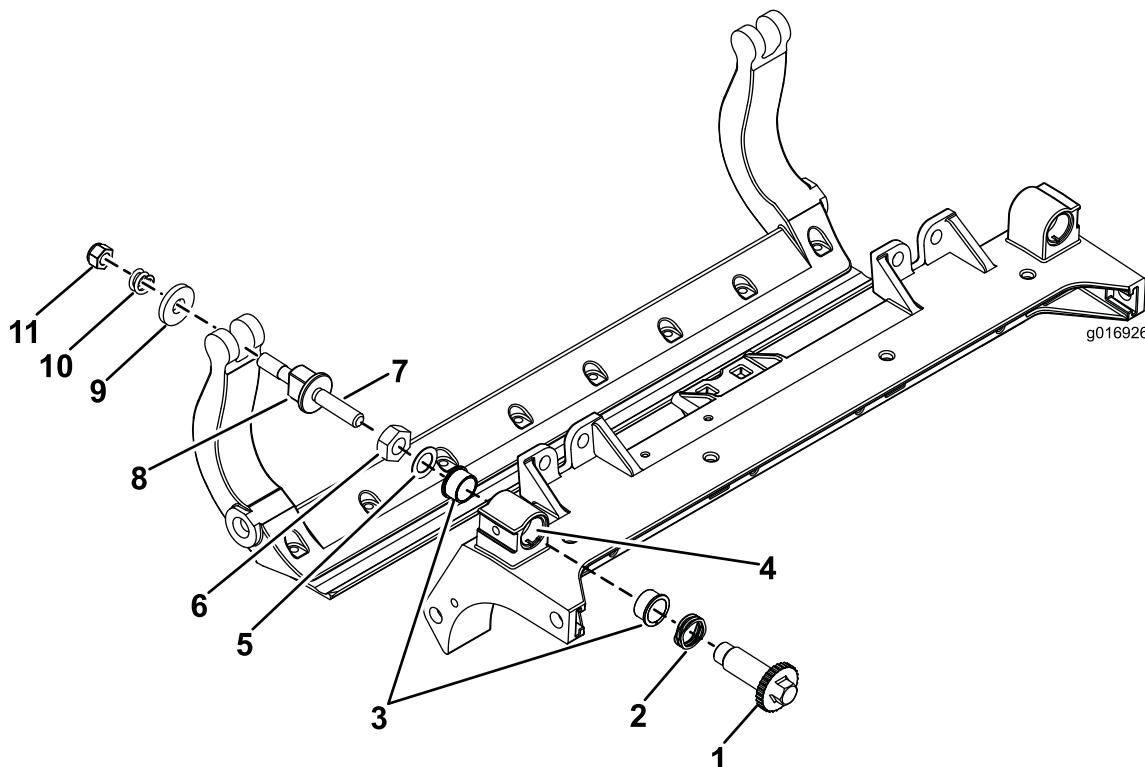

Figure 33
1. Déposez toutes les pièces (voir les *Instructions d'installation* du kit DPA renforcé, modèle n° 120-7230 et Figure 33).
2. Appliquez du produit antigrippant à l'intérieur du logement des bagues sur le bâti porteur du plateau de coupe (Figure 33).
3. Alignez les clavettes des bagues à embase sur les fentes dans le cadre, et mettez les bagues en place (Figure 33).
4. Posez une rondelle ondulée sur l'axe de réglage et insérez l'axe dans les bagues à embase sur le cadre du plateau de coupe (Figure 33).
5. Fixez l'axe de réglage avec une rondelle plate et un contre-écrou (Figure 33). Serrez le contre-écrou à un couple de 20 à 27 N m.
Remarque: Placez une rondelle en nylon de chaque côté du bossage de la plaque latérale. Placez une rondelle en acier à l'extérieur de chaque rondelle en nylon (Figure 33).